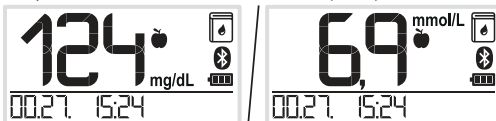
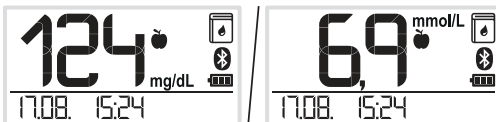

Bild 1
Bild 2
- 2 Der hinterlegte Messwert mit Messeinheit, Uhrzeit, , evtl. vorhandener Messwert-Markierung wird zusammen mit der Speicherplatznummer kurz angezeigt (Bild 1). Danach wird die Anzeige der Speicherplatznummer durch das Datum ersetzt (Bild 2).